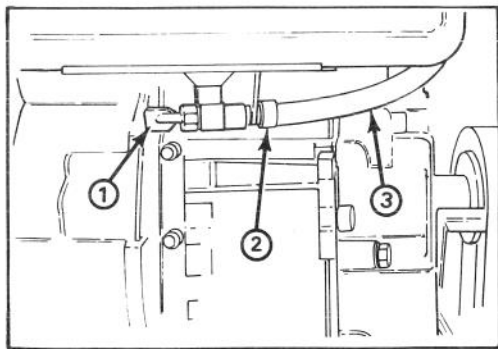

Figure 20
1. Fermez la valve d'arrêt de carburant située sous le moteur (fig. 20).
3. Desserrez les colliers de serrage fixant le tuyau de carburant à la valve et faites glisser ce tuyau pour le dégager de la valve (fig. 20).